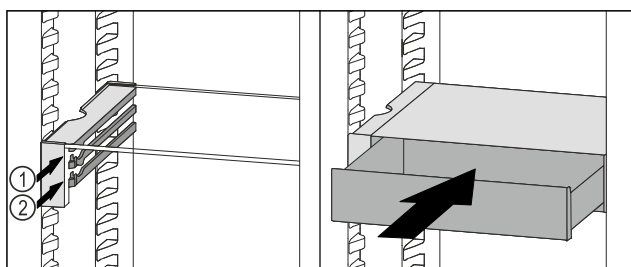

Fig. 220
- Nasaďte zásuvku VarioSafe za zarážku na požadovaném žebře Fig. 220 (1) nebo Fig. 220 (2).